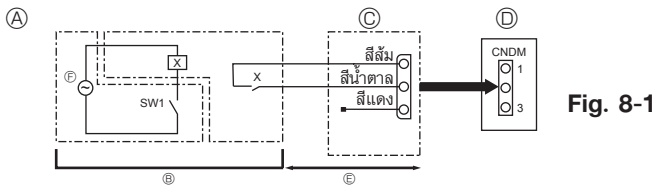

Fig. 8-1
8.1. โหมดเสียงรบกวนต่ำ (การปรับเปลี่ยนหน้างาน) (Fig. 8-1)